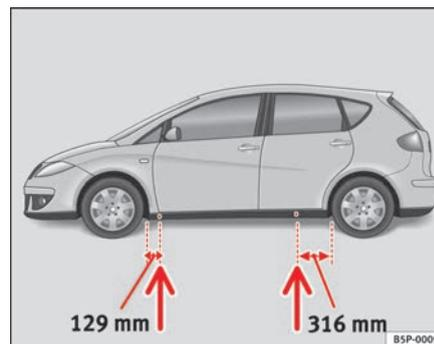

Fig. 171 Puntos de apoyo del gato
- Busque en el larguero inferior del vehículo el punto de apoyo mas cercano a la rueda pinchada ⇒ página 260, fig. 171.
En el larguero inferior van marcados los lugares en los que se puede apoyar el gato ⇒ página 260, fig. 171. Se ha previsto un lugar para cada rueda. El gato no debe colocarse en otros lugares.